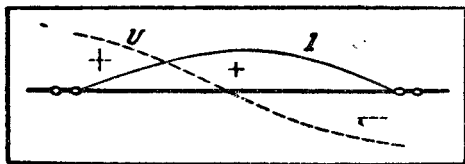

Рис. 1
других точках — максимальной величине. Первые точки называются *узлами тока*, а вторые — *пучностями*. В точках нулевого тока напряжение будет всегда максимальное. Поэтому узел тока является пучностью напряжения. Наоборот, в точке максимальной силы тока напряжение всегда равно нулю и поэтому пучность тока является узлом напряжения. Распределение стоячих волн тока и напряжения вдоль провода показано на рис. 1, где кривые представляют график силы тока (I) и напряжения (V).